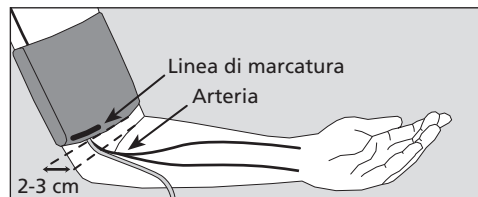

Fig. 4
- ➔ Spingere il bracciale aperto ad anello sul braccio, fino a che il margine inferiore del bracciale venga a trovarsi circa 2-3 cm sopra la piega del gomito. Il bracciale deve essere posizionato in modo tale che la linea di marcatura venga a trovarsi sopra l'arteria (vedere Fig.4).
! Non posizionare **mai** l'anello metallico sopra l'arteria (vedere Fig. 4); in caso contrario, i valori pressori possono risultare falsati.